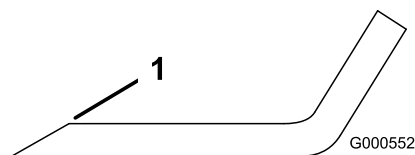
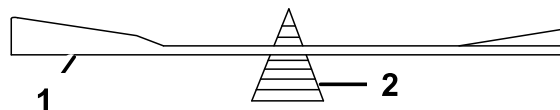

Figure 49
Figure 50
1. Au moyen d'une lime, aiguissez les tranchants aux deux extrémités de la lame (Figure 49). Veillez à conserver l'angle de coupe d'origine. Limez la même quantité de métal sur chacun des deux tranchants pour ne pas déséquilibrer la lame.
2. Vérifiez l'équilibre de la lame en la plaçant sur un équilibreur (Figure 50). Si la lame reste horizontale, elle est équilibrée et peut être utilisée. Si la lame est déséquilibrée, limez un peu l'extrémité de la partie relevée seulement (Figure 49). Répétez cette procédure jusqu'à ce que la lame soit équilibrée.